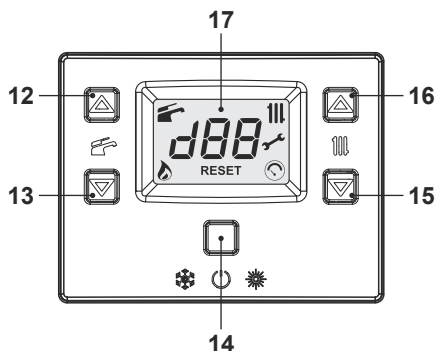

Рисунок 6.5
- Вимкніть котел, натиснувши та утримуючи кнопку 14 (Рисунок 6.5) протягом 2 секунд, доки на дисплеї не з'явиться символ  (рисочки засвічуються послідовно, імітуючи прокручування) (Рисунок 6.4).